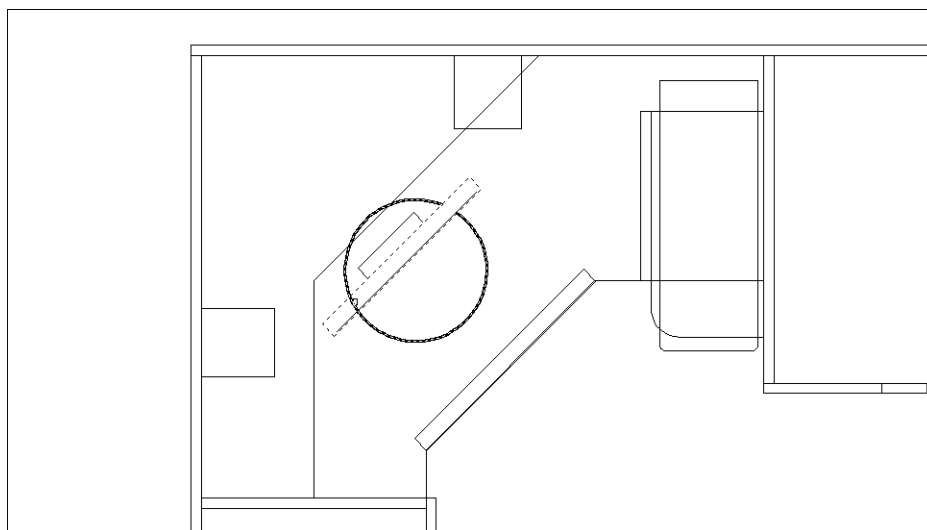

Рис. 5.26. Первый фрагмент удален, выбор второго фрагмента
6. Щелкните на контуре окружности в тех местах, которые приходятся на внутреннюю область большого прямоугольника, как показано на рис. 5.26.